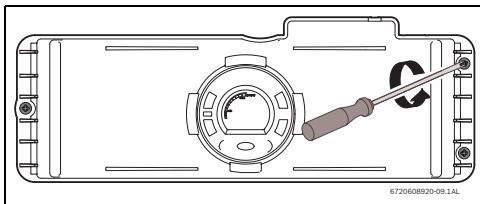
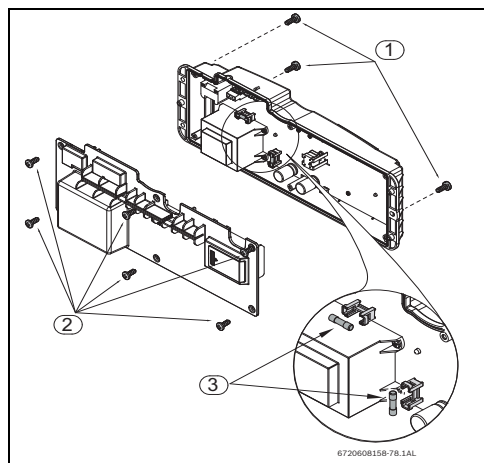

Рис. 38
Рис. 39 Расположение предохранителей
- ▶ отпустите три винта на блоке управления (Рис. 38 и Рис. 39 , поз. 1).
- ▶ Отпустите шесть винтов на задней крышке блока управления, Рис. 39 , поз. 2.
- Проверьте предохранители на печатной плате, см. Рис. 39 , поз. 3.
- После проверки предохранителей установите все детали на место в обратном порядке (Рис. 39 , поз. 3).